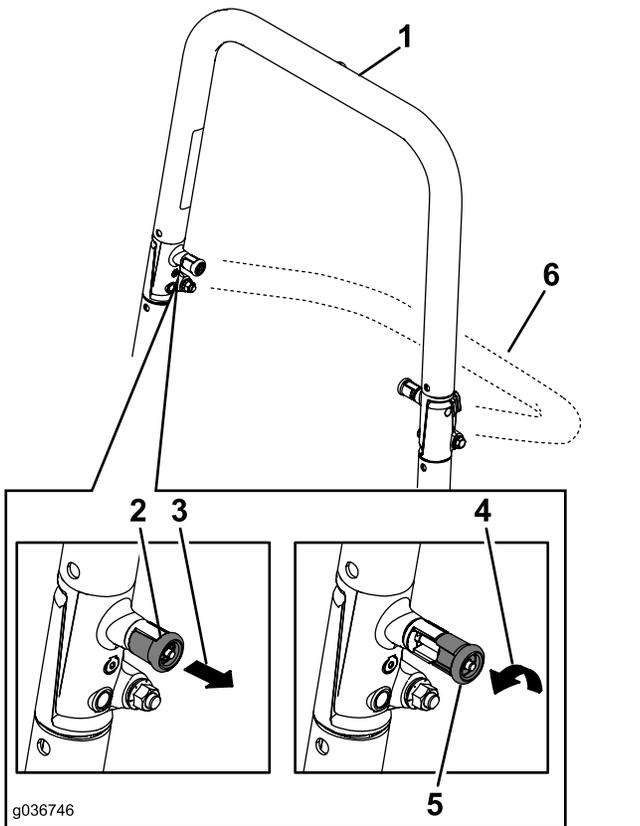
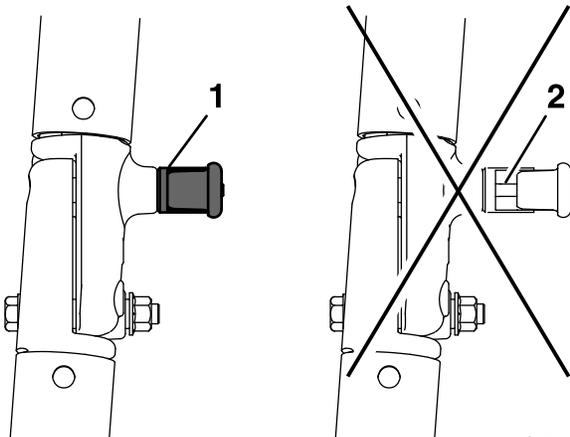

Figura 57
Figura 58
**Nota:** Può essere necessario spingere avanti o tirare indietro il collare superiore del roll bar per inserire completamente entrambe le manopole (Figura 57 e Figura 58).